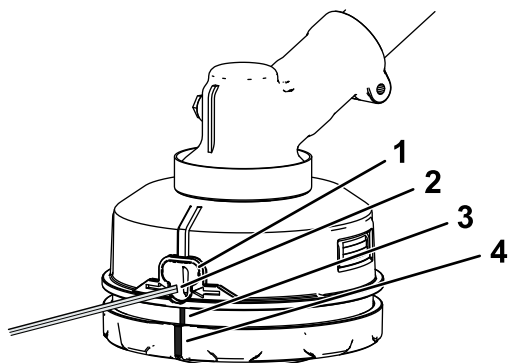

Figura 15
4. Apăsai și roții partea de jos a capului motocositorii în sensul acelor de ceasornic până când marcajele verzi de la partea inferioară se aliniază cu marcajele verzi de sub urechi (Figura 15).